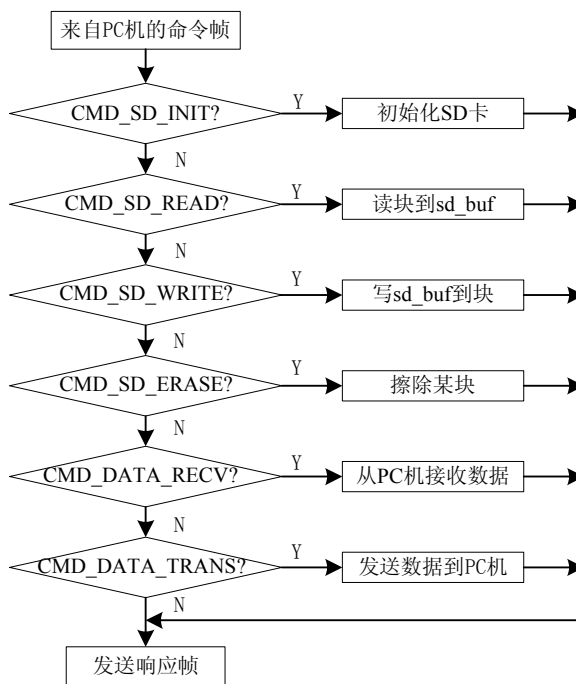

图 1.13 卡操作任务对命令帧的响应示意图
- (4) 在内存中开辟一片缓冲区 INT8U sd\_buf[512]，大小为 520 字节（比 SD/MMC 卡的一个块大 8 个字节）。用于保存从卡中读到的数据或即将写进卡中的数据。
- (5) 根据以上四点，制定卡操作任务对 SD/MMC 卡进行初始化、读、写、擦的方法，其示意图如图 1.13 所示。
如图 1.13 所示，卡操作任务根据命令帧的第 1 个字节，执行下面的分支。